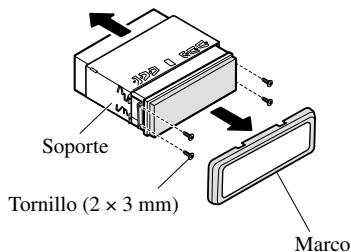

Fig. 12
- Quite el marco y el soporte. (Fig. 12)